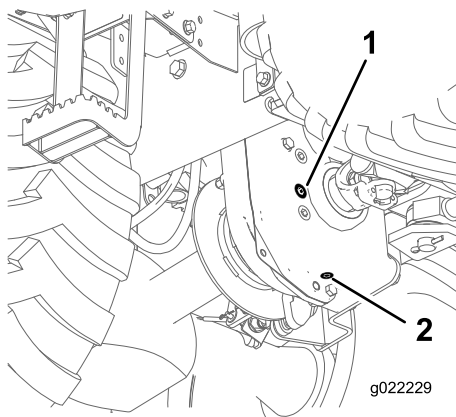

Рисунок 33
2. Очистите зону вокруг пробки заливного отверстия с помощью чистящего растворителя (Рисунок 33).